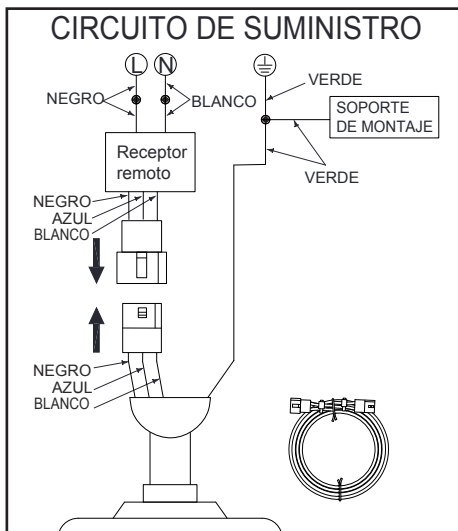

Figura 11
1. Si usas el ensamblaje de tubo bajante/esfera de 6 plg (15.2 cm) provisto, conecta los cables del receptor a los cables del ventilador uniéndolo el enchufe del adaptador moldeado del receptor con el adaptador moldeado del conjunto del motor del ventilador. (Figura 11)